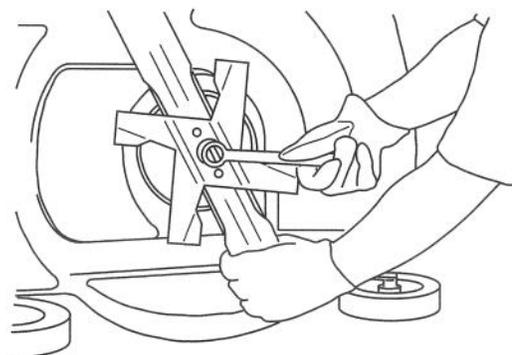

Figure 29
3. Installer l'hélice de paillage dans le logement de la lame et serrer avec l'écrou de lame (Fig. 29).